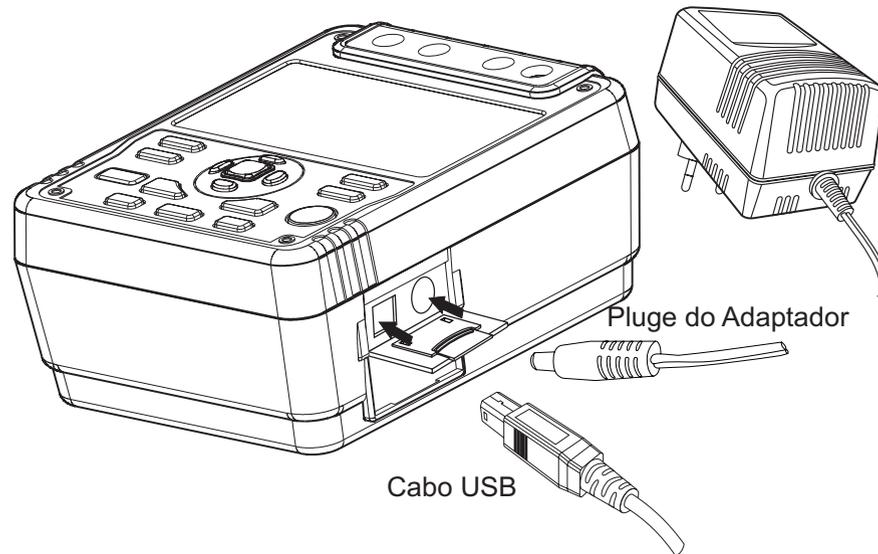

Figura 6. Uso do Adaptador AC/DC e da Interface USB.
- b. Conecte o plugue do adaptador no conector apropriado como mostrado na figura 6.
- b. Conecte o cabo USB no computador e no conector apropriado como mostrado na figura 6.